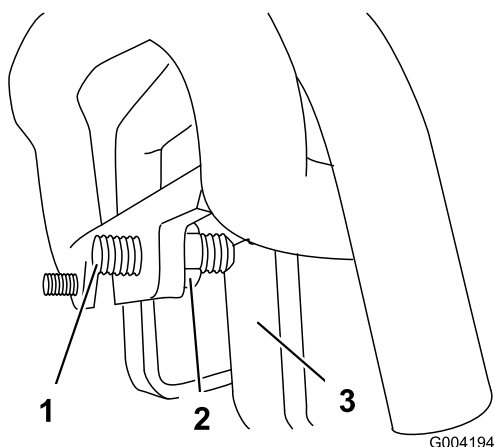

Рисунок 57
3. Если тяговый блок отклоняется **влево**, ослабьте **правую** контргайку и отрегулируйте винт настройки прямолинейного курса в передней части органа управления тягой (Рисунок 57).
4. Если тяговый блок отклоняется **вправо**, ослабьте **левую** контргайку и отрегулируйте винт настройки прямолинейного курса в передней части органа управления тягой (Рисунок 57).